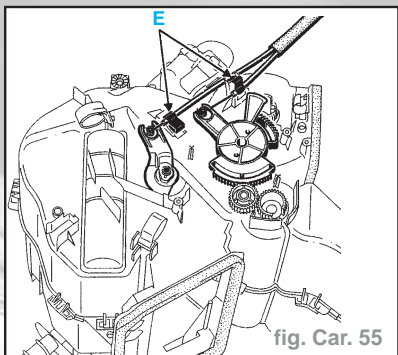

fig. Car. 55
- déposer les agrafes de maintien (E) (fig. Car. 55).